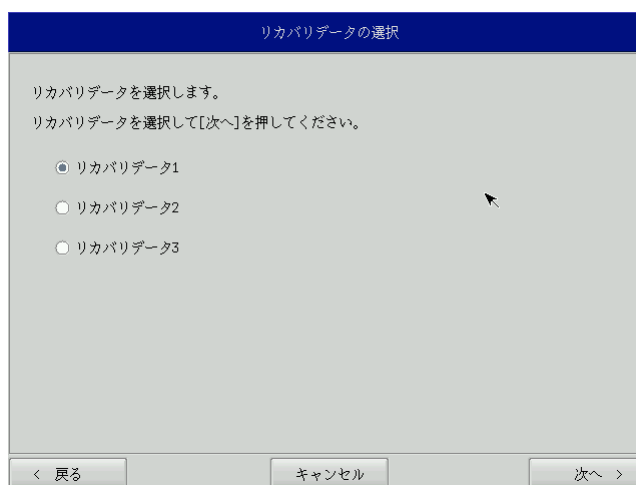

図 6-2-2. リカバリデータ選択画面
- ⑥ リカバリデータ選択画面（図 6-2-2）が表示されます。製品に合わせてリカバリデータを選択し、[次へ] ボタンを押します。表 6-2-1 に AS シリーズで選択できるリカバリデータを示します。